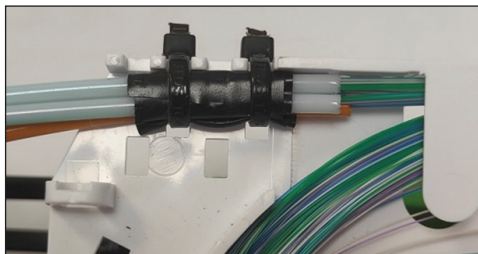

Рисунок 11
10.3 Обмотать ОМ 2-3 слоями ленты виниловой по нанесенным меткам крепления ОМ. Закрепить (без натяжения) пучок ОМ на вводе в кассету двумя стяжками нейлоновыми (рисунок 11). Излишки длин стяжек удалить.